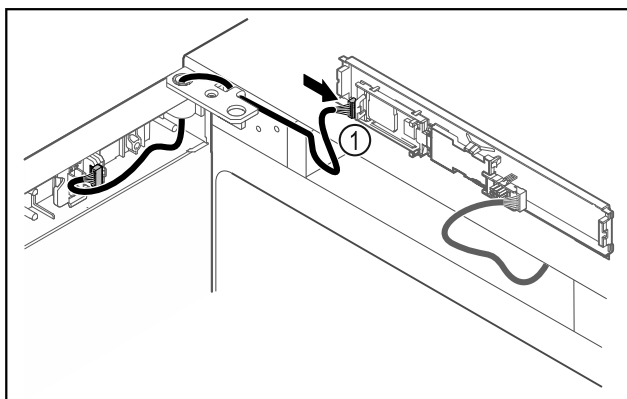

Fig. 47
- ▶ Pistke pistik Fig. 47 (1) trükkplaadil sisse.